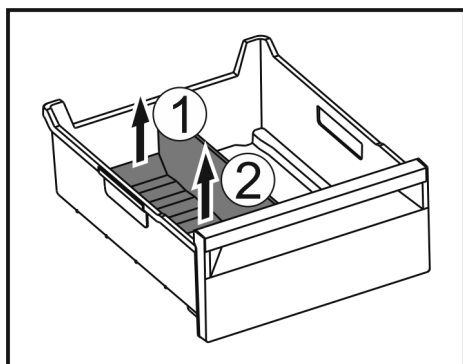

Fig. 97
- Hinteren Teil des Eisfach-Trenners anheben. Fig. 97 (1)
- Eisfach-Trenner nach oben entnehmen. Fig. 97 (2)